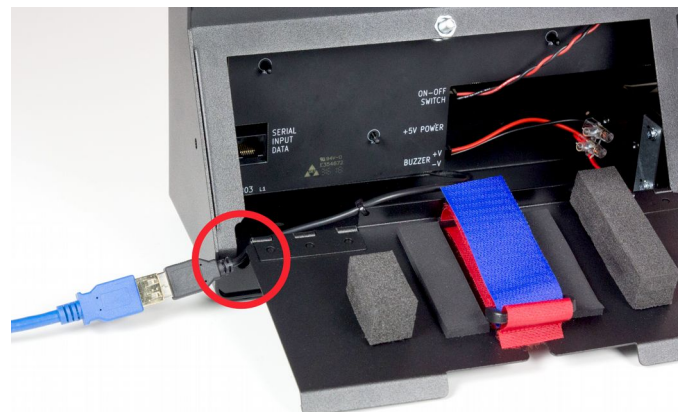

Abb. 2.1: Kabelanschluss bei externer Spannungsversorgung.
- Führen Sie das Kabel durch die entsprechende Aussparung an der Seite der Klappe, bevor Sie diese wieder schließen (Abb.2.1).